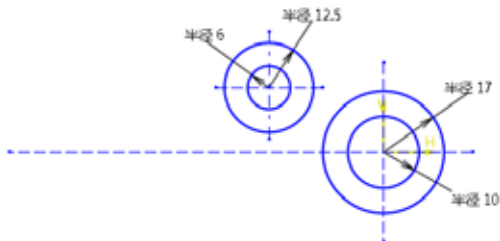

图5-117 修改圆的半径参数
- 04 依次双击绘制的圆，然后在打开的【圆定义】对话框中修改圆的半径，结果如图5-117所示。